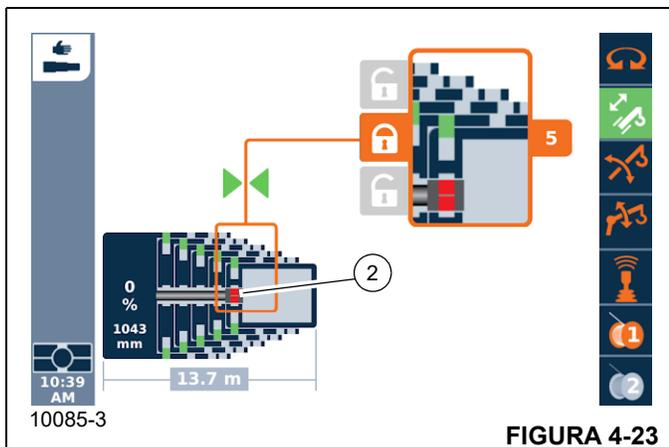

FIGURA 4-23
2. Confirme la selección, luego los pasadores de bloqueo del cilindro telescópico (2, Figura 4-23) se retraerán.